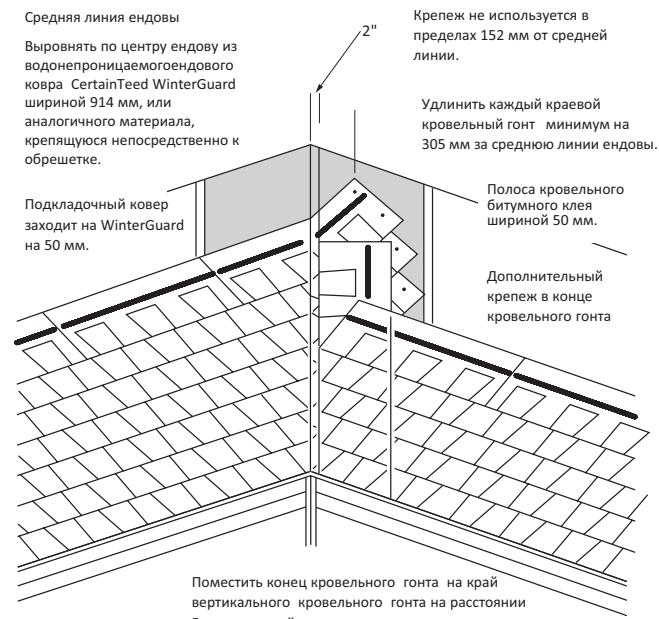

Рис. 6-18: Выполнение альтернативной закрытой ендовой.
5. Уложите кровельные гонты на смежной плоскости крыши, размещая левый нижний угол кровельного гонта каждого ряда на расстоянии 5см от средней линии ендовой поверх «вертикальной кровельной плитки». См. Рис. 6-18.